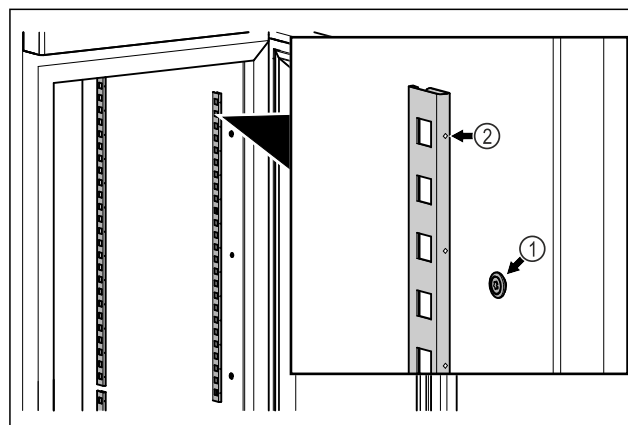

Fig. 47 Simbolična slika
- ▶ Zagozdne letve obesite na Fig. 47 (1) obešalni element. Oznaka Fig. 47 (2) mora biti obrnjena naprej.